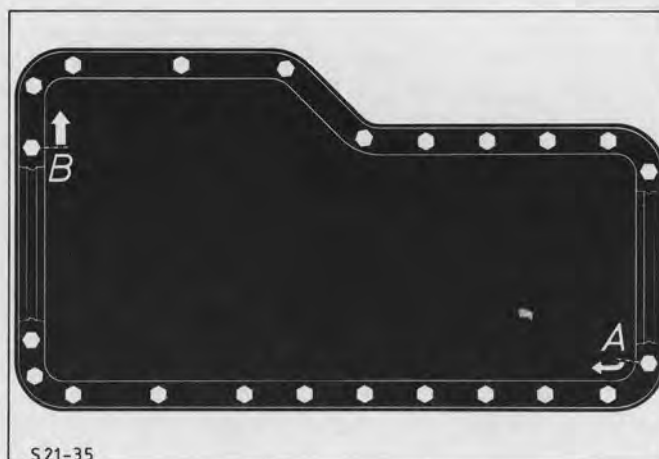

Fig.77. Bundkarboltene tilspændingsrækkefølge
12. Monter de resterende bundkarbolte og spænd boltene i to trin som følger, Fig.77: